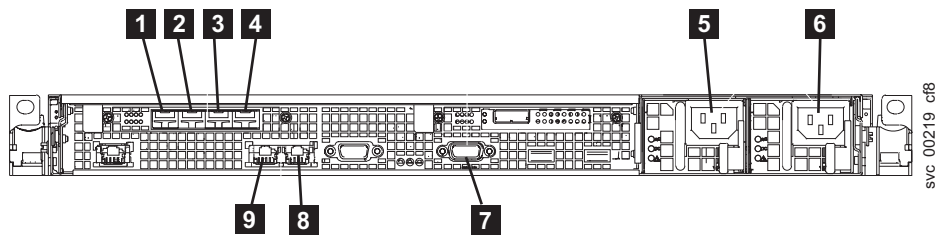

図 34. SAN ボリューム・コントローラー 2145-CF8 の背面のコネクタ
1. 図 34 を参照して、イーサネット・ケーブルをイーサネット・ポート 1 (8) およびイーサネット・ポート 2 (7) に接続します。